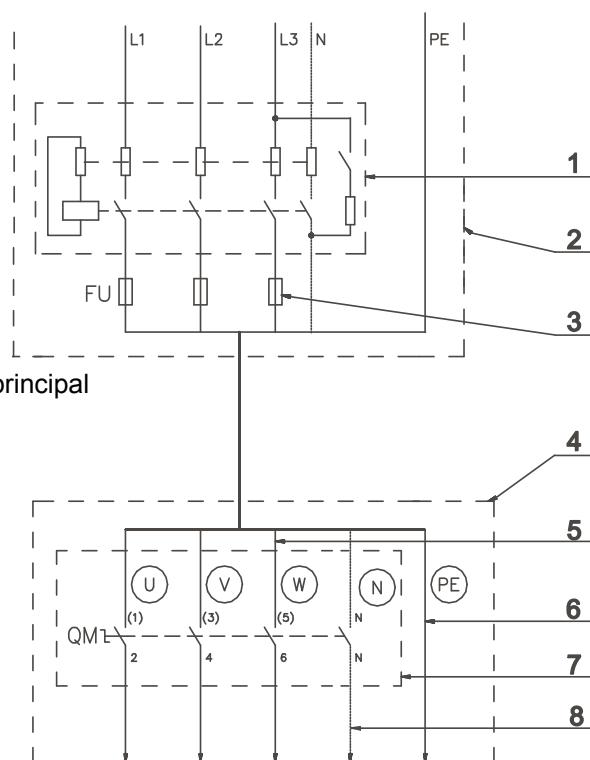

Fig. 21 Conexão da máquina com a rede eléctrica (com o disjuntor diferencial)
- A máquina está construída para a conexão com o sistema eléctrico de distribuição segundo a especificação da sua encomenda. Antes de conectar revise os dados eléctricos na etiqueta de produção da máquina se correspondem à sua rede. Para cada máquina é preciso usar um circuito independente. A forma da conexão está descrita na Fig. 21. Na instalação eléctrica por motivos de segurança deve estar instalado o disjuntor diferencial (RCD) e o disjuntor automático (quadro de distribuição da lavandaria). Para a selecção correcta – veja mais adiante.